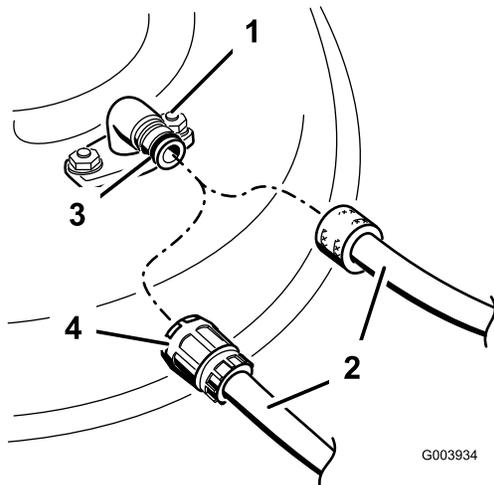

Figure 58
3. Branchez le raccord du flexible au raccord de lavage du carter du tablier de coupe et ouvrez l'eau en grand (Figure 58).